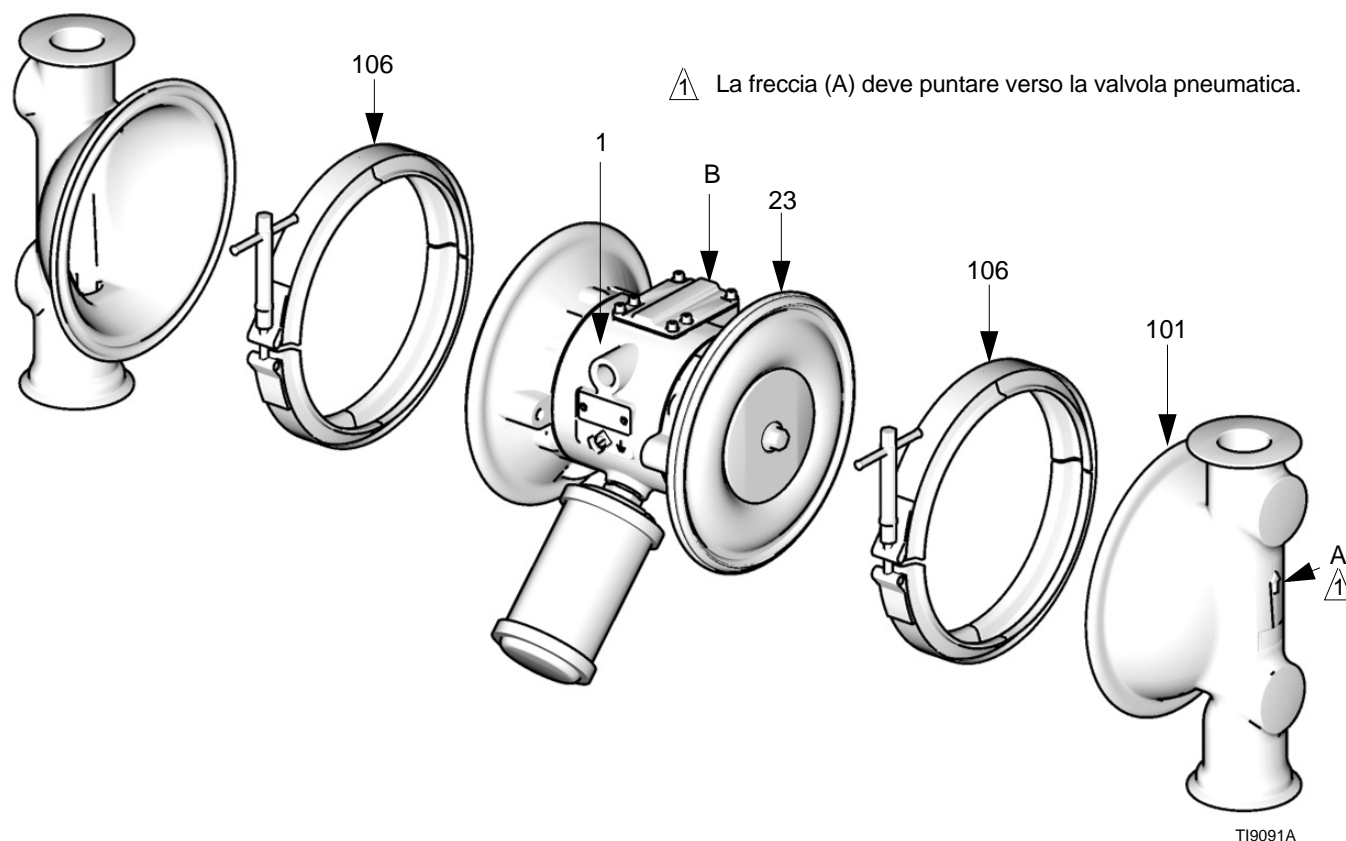

FIG. 10
3. Rimuovere i morsetti (106) che tengono i coperchi del fluido (101) ai coperchi dell'aria (23). Estrarre i coperchi del fluido (101) dalla pompa. Fare riferimento alla FIG. 10.
- d. Solo sui modelli in PTFE, installare la base (401*) sul bullone. Accertarsi che il lato con l'indicazione AIR SIDE sia rivolto verso il corpo centrale (1).
- e. Installare la piastra della membrana del lato aria (104) in modo che il lato tondo sia rivolto verso la membrana (401). Questa piastra viene marcata con il numero parte.
- f. Applicare alle filettature Loctite® (blu) di media resistenza o un prodotto equivalente alle filettature del bullone (107). Avvitare a mano il bullone nell'albero (24).
3. Ingrassare l'albero (24) della membrana in lunghezza e alle estremità e farlo scivolare attraverso il corpo (1).
5. Tenere fermo un bullone (107) dell'albero con una chiave e serrare l'altro bullone fino 60-70 piedi-lb (81-95 N•m) a un massimo di 100 giri al minuto.
6. Allineare i coperchi del fluido (101) e il corpo centrale (1) in modo che la freccia (A) sui coperchi punti nella stessa direzione della valvola pneumatica (B). Fissare i coperchi con i morsetti. Fare riferimento alla FIG. 10.